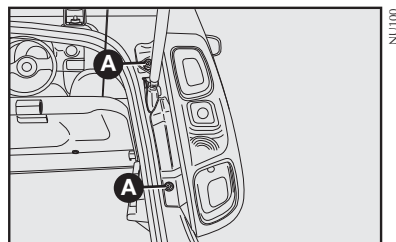

fig. 21
5) recolocar o grupo ótico da lanterna, apertando os parafusos **A-fig. 21**.